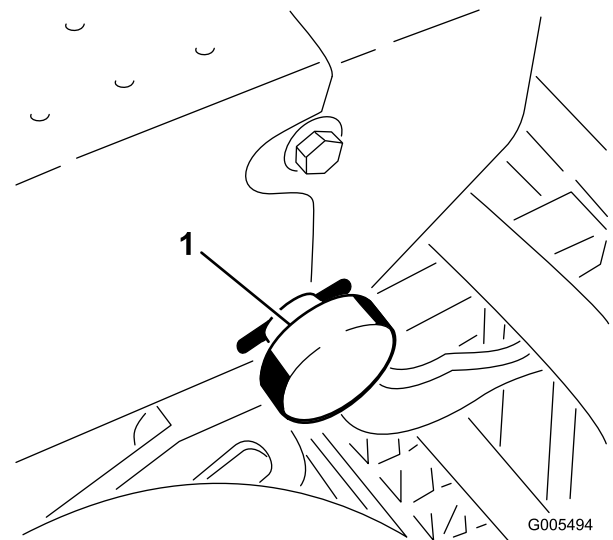

Figura 6
3. Retire el pasador que fija el pomo de bloqueo del brazo de dirección (Figura 6) y retire el pomo.